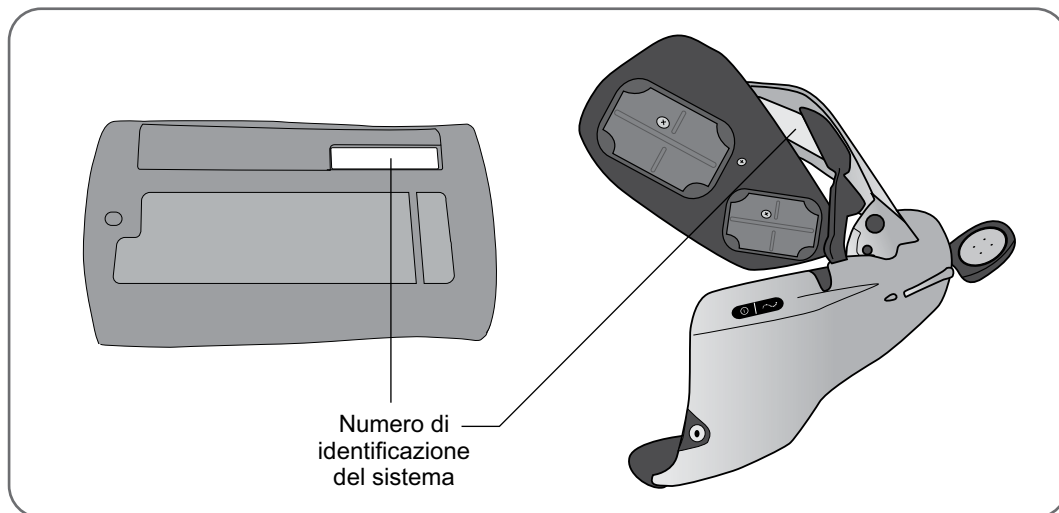

Figura 12-2 - Posizione dei numeri di identificazione del sistema
4. Individuare il numero di identificazione del sistema (ad es., A334) sul componente del sistema esistente. Il numero di identificazione del sistema si trova sul retro dell'unità di controllo e sotto l'aletta dell'estensore dell'ortosi (Figura 12-2).